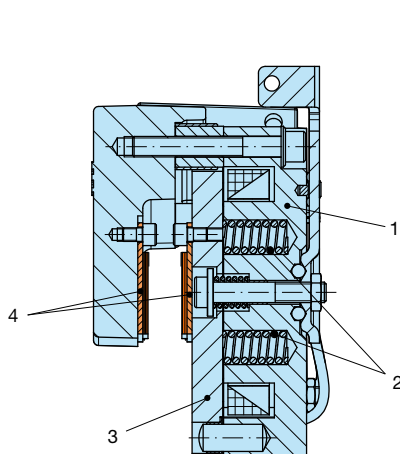

Bild 1
Im stromlosen Zustand drücken Druckfedern (2) die Ankerscheibe (3) gegen die Bremsscheibe (Bild 1). Die Bremsscheibe wird zwischen den Belagträgern (4) gehalten.